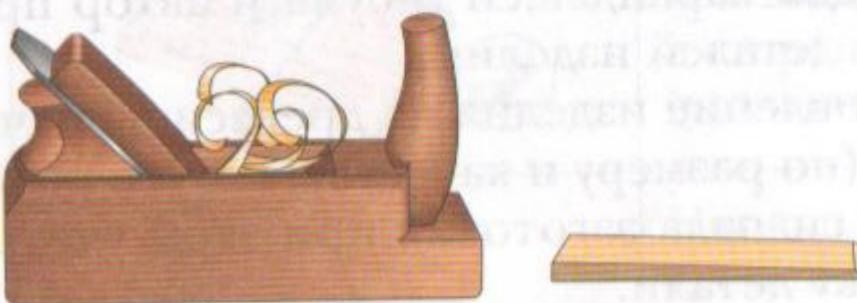

Рис. 117
8. При забивании летка стружкой очищать его небольшим клином из древесины твёрдой породы (рис. 117).